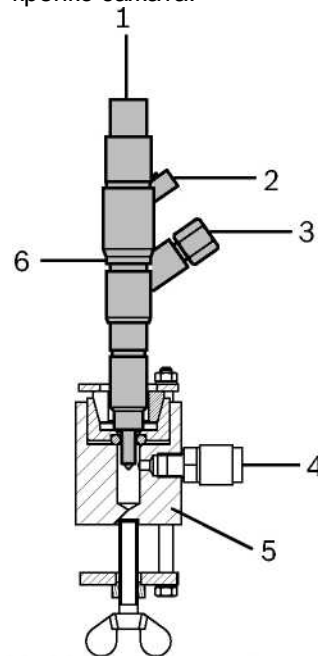

Рис. 8. Подключение камеры впрыска на примере инжектора системы Common Rail для легковых дизелей (CRI):
Камеру впрыска для проведения испытаний надвинуть на распылитель инжектора системы Common Rail для легковых дизелей (CRI) или форсунки в сборе (DHK) / насос-форсунки (UI) и затем вновь зажать. Для проведения проверки камера впрыска **5** (рис. 8) должна быть накрыта распылителем инжектора системы Common Rail для легковых дизелей (CRI) **6** (рис. 8) или форсунки в сборе (DHK) / насос-форсунки (UI) и крепко зажата.
Входящий в комплектацию шланг 1 680 712 286 используется для того, чтобы впрыскиваемое инжектором системы Common Rail для легковых дизелей(CRI) или форсунки в сборе (DHK) / насос-форсунки (UI) проверочное масло из камеры впрыска 5 (рис. 8) передать в устройство EPS 200.